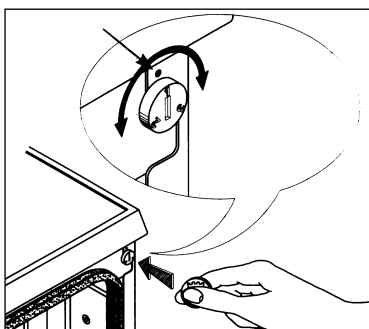

fig. 4a
**Type A:** de inrichting zit, na het openen van de deur, in de rechterbovenhoek en kan met behulp van een munt worden afgesteld (fig. 4a);
**Type B:** aan de binnenzijde van de plastic ring op de rechter zijkant in de vaatwasser (fig. 4a) en maakt een gelijkmatige regeling vanaf het minimum 1 tot het maximum 5 mogelijk. Raadpleeg voor het instellen van de waterontharder onderstaande tabellen en zet het nummer van het gekozen niveau (1, 2 ...) op het referentieteken.